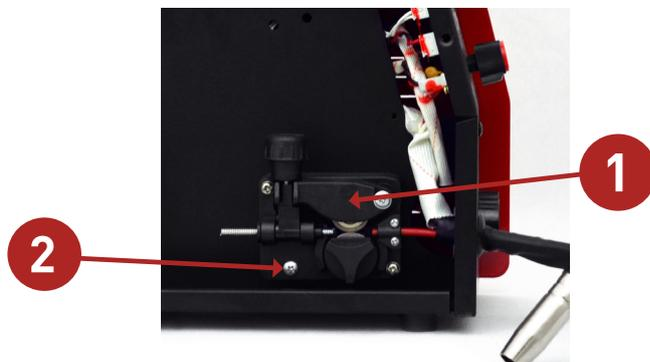

Figura 2
2. Abra o braço de pressão do alimentador (Peça 1, Figura 2).
3. Posicione o arame no canal guia (Peça 2, Figura 2).